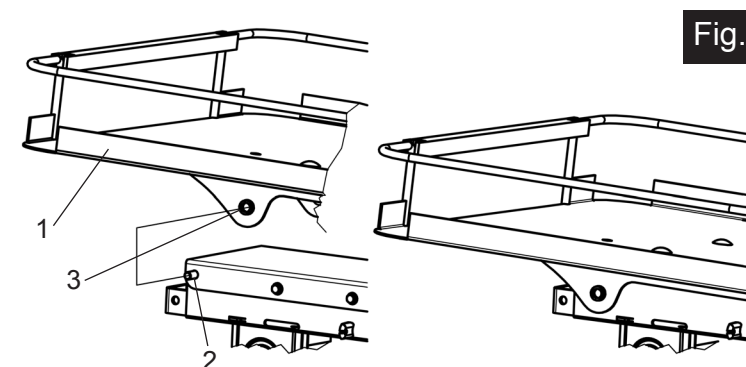

Fig. 1
MONTAGGIO PIASTRA RIBALTABILE CON PIATTAFORMA (Fig. 1) Prelevare la piastra e la piattaforma già assemblati fra loro (part. 1) dall'imballo e sovrapporli alla macchina in prossimità dei perni di bloccaggio (2), quindi esercitando una pressione su di essi (non contemporaneamente) bloccare la piastra ribaltamento inserendo i perni (2) attraverso i fori (3) presenti sulla piastra.
DUMPER-PLATE WITH PLATFORM ASSEMBLY (Fig. 1) : take the plate and the platform : you can find them assembled (part 1) into the packaging . Take the whole/ assembly and place it on the unit close to the fixing pins (2) . You have then to press on the pins (not at the same time). Please block the dumper-plate inserting the pins (2) across the holes (3) shown on the plate.
MONTAGE DE LA PLAQUE BASCULANTE AVEC LA PLATE-FORME : (fig. 1) : prélever la plaque et la plate-forme qui se trouvent déjà assemblées l'une et l'autre (part 1) dans l'emballage et superposer les à la machine à coté des tourillons de blocage (2) après avoir exercé sur eux une pression (mais pas en même temps) , bloquer la plaque basculante en insérant les tourillons (2) à travers les trous qui se trouvent sur la plaque.
MONTAGE DER KIPPVORRICHTUNG MIT DER BLECH-PLATTFORM (Bild 1): Nehmen Sie die bereits zusammengebaute Kippvorrichtung und die Blech-Plattform aus der Verpackung heraus (1). Setzen sie die Blech-Plattform auf dem Maschinenschlitten parallel übereinander in Höhe des Kippbolzens (2). Durch den jeweiligen Druck der Blech-Plattform auf die Bolzen werden diese, und zwar einer nach anderen mit der Platte fest verbunden (3).
MONTAJE PLACA BASCULANTE CON PLATAFORMA: (fig. 1): coger la placa y la plataforma ya ensamblados (part.1), desde el embalaje y ponerlos sobre la máquina en proximidad de los pivotes de bloqueo (2), luego bloquear la placa basculante insertando los pivotes (2) en los foros (3) de la placa misma.